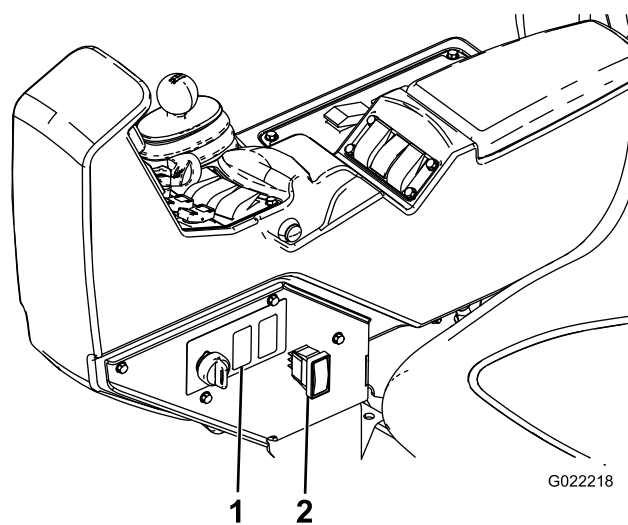

Figura 14
1. En el lateral de la consola del fumigador, localice el tapón del interruptor del depósito de enjuague y retire el tapón (Figura 14).
4. Instale el interruptor en el conector cuadrado, a través de la consola (Figura 14).